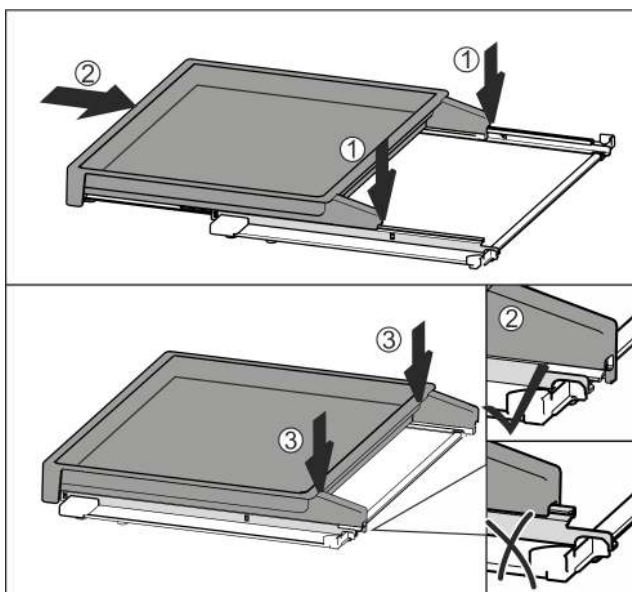

Fig. 79
- Установить по центру на направляющие Fig. 79 (1).
- Вставить вытяжную панель полностью Fig. 79 (2).
- Нажимать на задней стороне до тех пор, пока не будет слышна фиксация Fig. 79 (3).